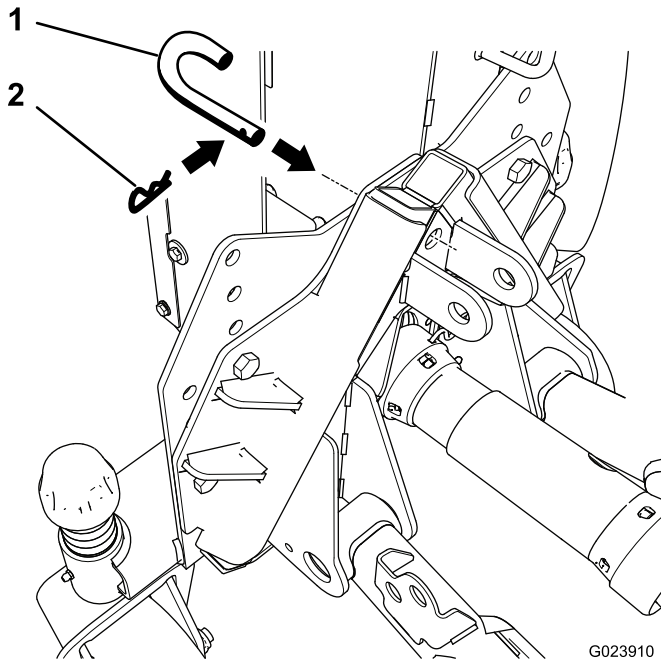

Figura 12
4. Inserte el pasador de bloqueo a través de los adaptadores y sujételo con una chaveta (Figura 12).